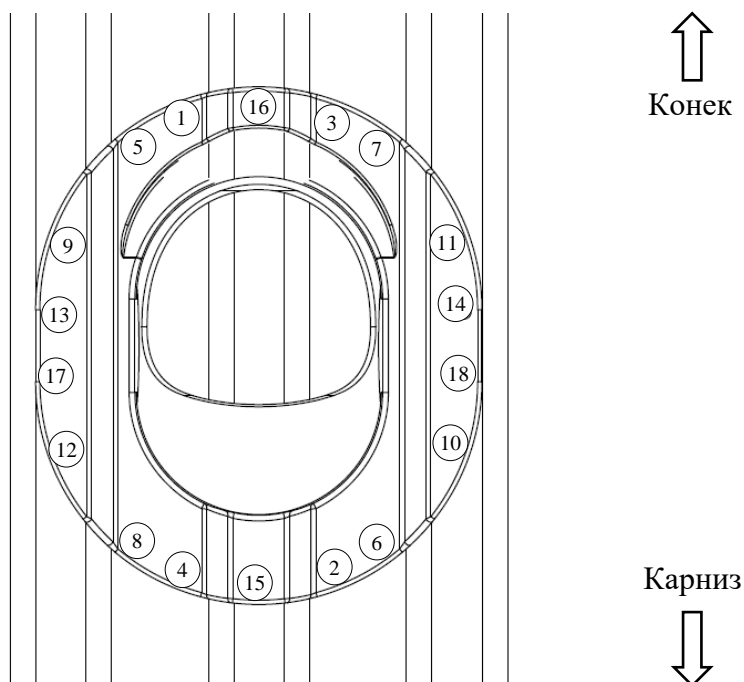

Рис. 32
4. Установить проходной элемент на кровлю и закрепить подходящими для данного типа кровли самонарезающими винтами в последовательности, показанной на рис.32. При этом необходимо следить за тем, чтобы все самонарезающие винты заворачивались в деревянные конструкции кровли. При необходимости участок кровли, на котором будет установлен проходной элемент, следует подготовить (усилить).